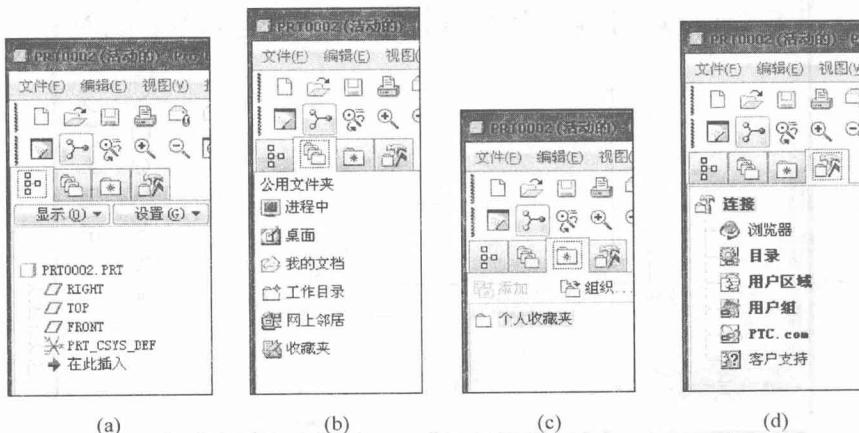

图 1.5 导航视窗
① 标题栏: 显示当前开启的文件名称,当文件名称中出现“活动的”字样时,表示此视窗为当前工作视窗。
② 菜单栏: 在菜单栏中,系统将各控制命令按功用分类放置于各菜单的下拉菜单中。
③ 图视工具栏: 菜单栏的下拉菜单中的各种常用控制命令以图标状态条的方式呈现,当鼠标移动到工具图标上时,鼠标旁边会显示每个工具图标的功能。除系统预设的图视工具外,也可以由菜单自定义图视工具。
④ 导航视窗: 它包括:
- ① 模型树,如图 1.5(a)所示,用以显示建模组成的几何特征及基准面,通常可在模型树视窗内对建模组成的几何特征及基准面进行修改和编辑。
② 文件夹浏览器,如图 1.5(b)所示。③ 个人收藏夹,如图 1.5(c)所示。④ 链接,如图 1.5(d)所示。